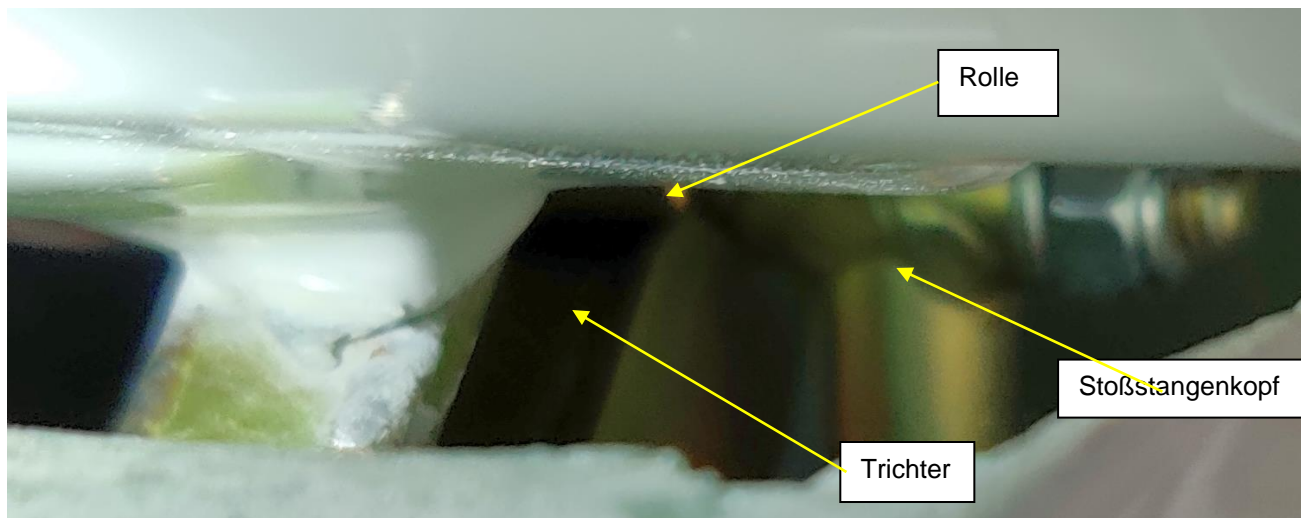

Abbildung 2, Blick von hinten in die Aussparung rechts vor dem Seitenruder
2.5 Das Höhenleitwerk montieren und beim Zurückschieben darauf achten, dass keine größere Kraft aufgewendet werden muss. Durch Anheben des Höhenruders an der Endkante und Blick von hinten in die Aussparung rechts vor dem Seitenrudder kontrollieren, ob die Rolle sich ganz im Trichter nach vorne bewegt hat, siehe auch Abbildung 2 am Ende der TM.